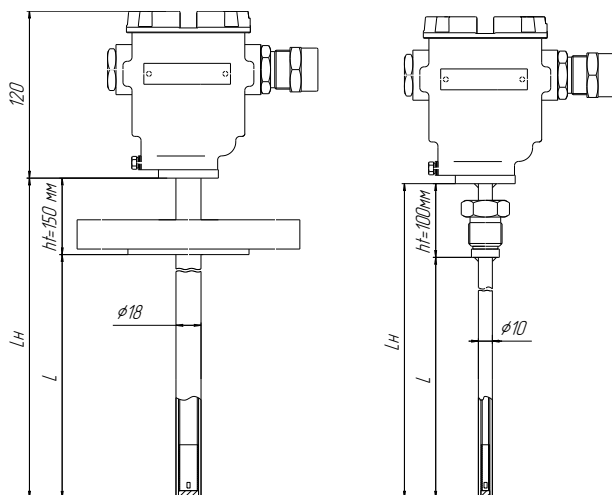

Рисунок 3
Необходимо учитывать, что изменение положения устройства крепления (размера ht) приводит к изменению размера **L**, поэтому для однозначной идентификации преобразователя с регулируемым устройством крепления при заказе лучше указывать полную длину направляющей **Lh** (рисунок 3): **$Lh = L + ht$** .
2.3.1 Для применения преобразователей в средах с температурой, превышающей 60 °С (но, не более 125 °С), принимаются меры по охлаждению корпуса (головной части преобразователя), находящейся над резервуаром. Для этого часть направляющей преобразователя возвышают над резервуаром на расстояние **ht**, достаточное для охлаждения корпуса (рисунок 3).